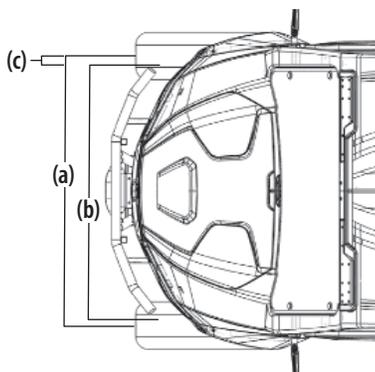

Figure 5-33
4. Mesurez la distance entre l'avant (a) et l'arrière (b) de chaque paire de pneus. Pour prendre une mesure juste, fixez un niveau à bulle sur chaque roue avec une paire de serres. Le niveau doit être parallèle au sol et placé à hauteur du centre de la roue. Mesurez l'écartement de l'avant et de l'arrière des pneus. Voir Figure 5-33.